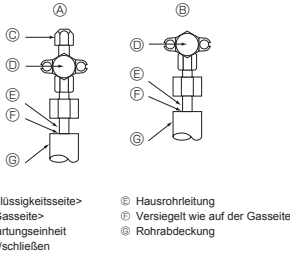

Fig. 4-4
4.4. Verfahren zum Prüfen der Rohre auf Dichtigkeit (Fig. 4-4)
- Vergewissern Sie sich, dass die Sperrventile ② ③ geschlossen sind und öffnen Sie sie nicht.
- Bauen Sie über die Wartungseinheit ④ des Flüssigkeitssperrventils ① Druck in den Kältemittelleitungen auf.
- Wenn der Druck in den Schritten (2) oder (3) abfällt, entweicht Gas. Suchen Sie nach der Gasaustrittsstelle.